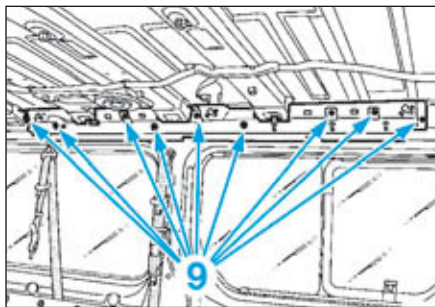

FIG. 17
• Déposer les vis (9) du support d'airbag latéral rideau (Fig.17).